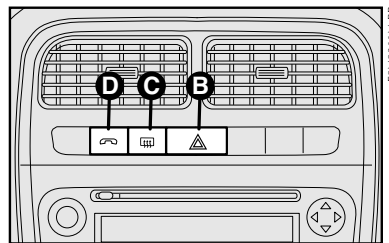

fig. 58
**B - Luzes de emergência** - Botão com indicação de função para ligar e desligar as luzes de emergência. Acende-se apertando levemente o botão **B-fig. 58**, independente da posição da chave de ignição. Com o dispositivo ligado, o símbolo sobre o interruptor **B** e o indicador  $\leftrightarrow$ , no quadro de instrumentos iluminam-se de modo intermitente.
**C- Desembaçador do vidro traseiro fig. 58** - Botão com indicação de função ativada para ligar/desligar o desembaçador do vidro traseiro.
**D- Sistema Viva-voz, Bluetooth® - fig. 58.**
- O botão D-fig. 58 substitui o botão de controle remoto CU-7 do suplemento citado.